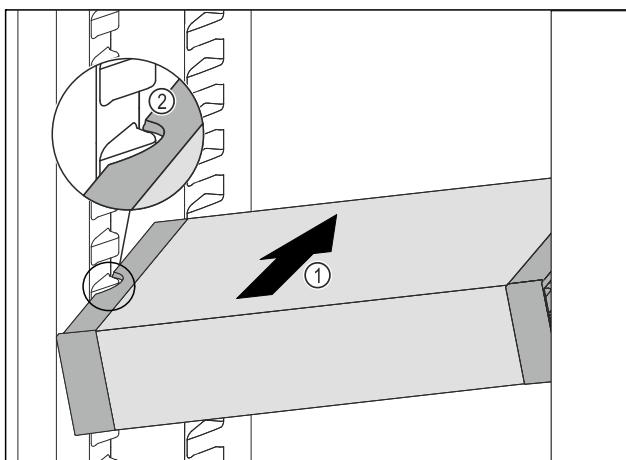

Fig. 123
- VarioSafe zasúvajte šikmo do chladničky Fig. 123 (1), kým sa bočné vybrania Fig. 123 (2) VarioSafe nebudú nachádzať vo výške rebra nádoby v chladničke.